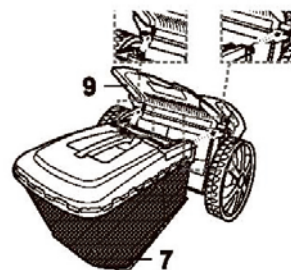

Fig. 11
2. Ouvrir le déflecteur (9), le maintenir en position et aligner les crochets du bac à herbe (7) sur les axes pour y accrocher le bac (Fig. 11).
3. Vider régulièrement le bac à herbe (7) pendant l'utilisation. Ne pas attendre qu'il soit entièrement rempli. Nous conseillons de le vider lorsqu'il est à moitié rempli.
4. Soulever le déflecteur (9) et tirer le bac à herbe (7) pour le dégager des axes.